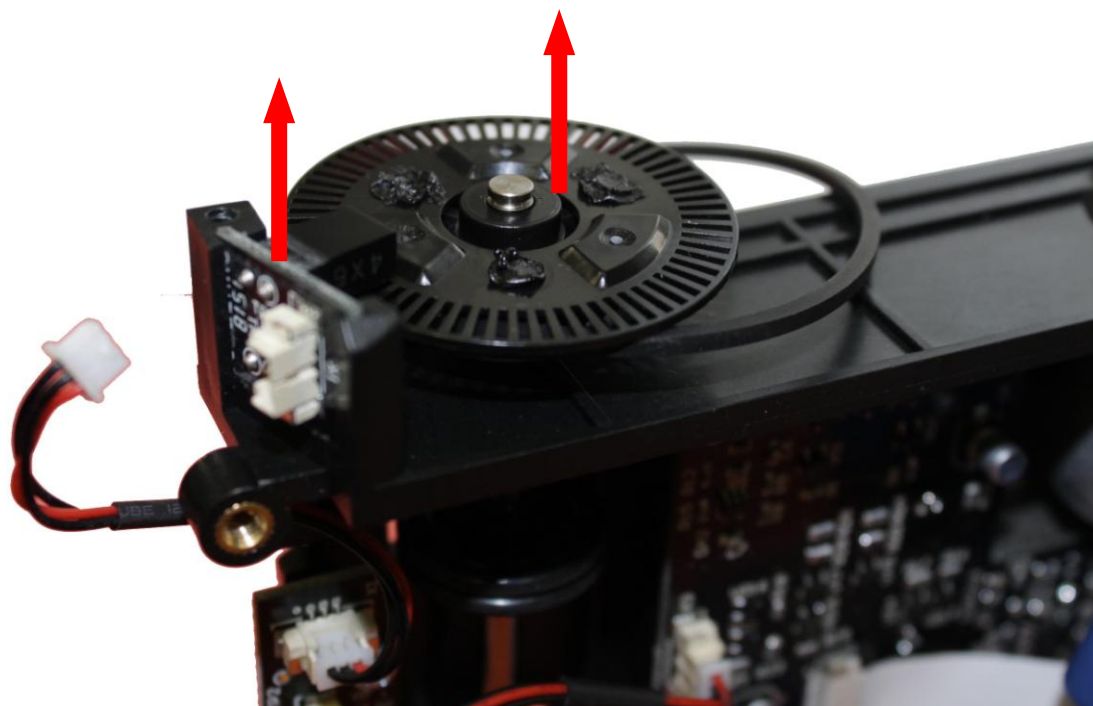

Рис. 8.32
8.14.5 Снимите модуль синхродатчика вместе со счетным диском (см. рис. 8.32).